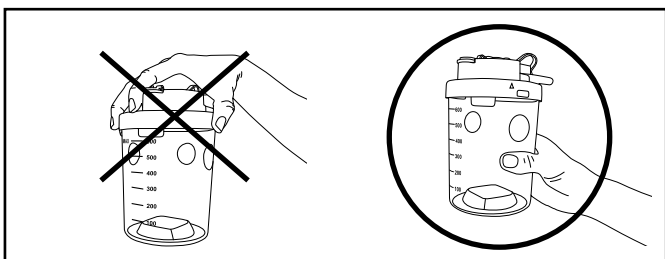

Bild 7
**Hinweis: Den Behälter nie am Deckel tragen. Der gefüllte Behälter kann sich vom Deckel lösen und zu Boden fallen (Bild 7). Benutzen Sie zum Entleeren des Sekretbehälters den Sekretausschuss.**